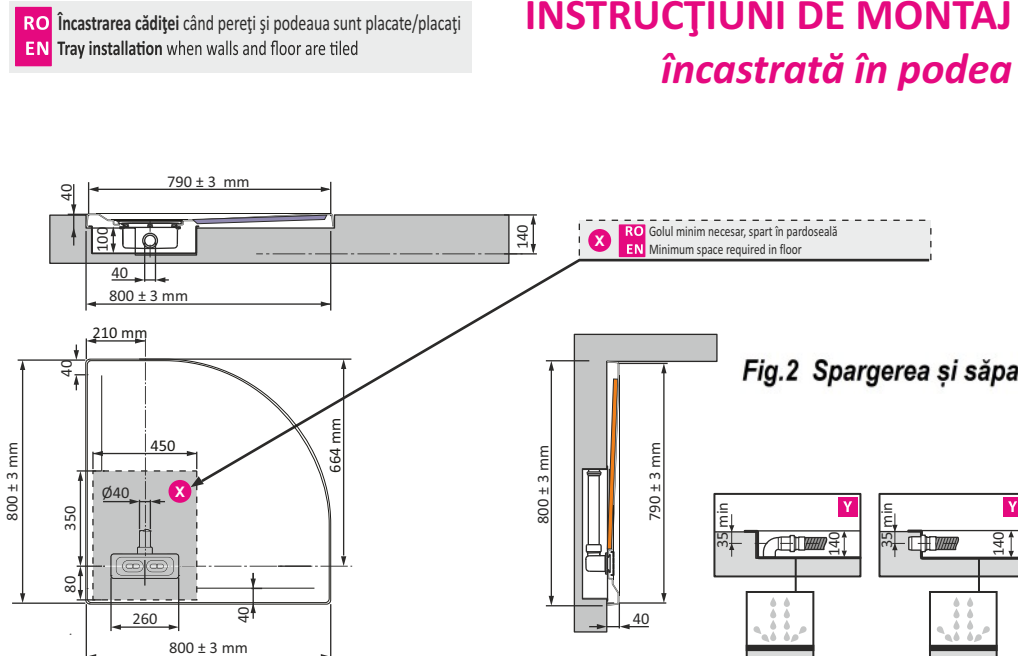

Fig.2 Spargerea și săparea volumului necesar montării sifonului
- se va sparge, o suprafață dreptunghiulară, în pardoseală astfel încât să poată fi montat sifonul (Fig. 2), se va face sifonarea în vecinătatea cădiței pe traseul de scurgere;